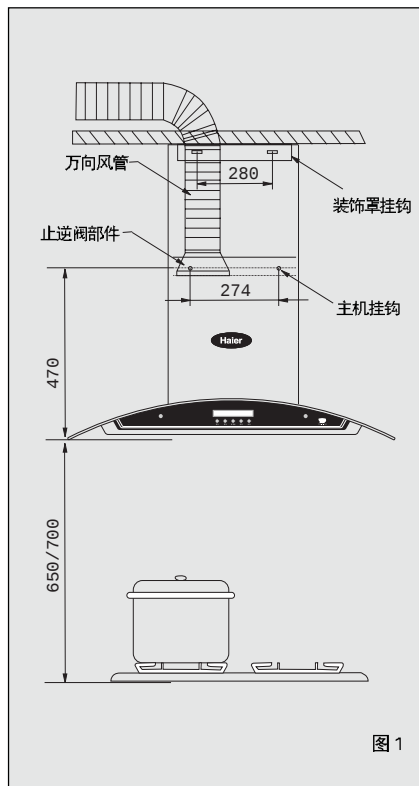

图1
1. 按图1尺寸在灶具上方坚实的地方确定冲击钻钻孔位置。冲击钻配上Φ8的冲击钻头,在钻孔位置上钻出2个直径为8mm,深为50mm的孔(间距为274mm),在两个打孔处安装膨胀螺栓,固定主机挂钩,旋入木螺钉拧紧。
2. 根据实际情况确定内装饰罩的高度,按图1尺寸在安装吸油烟机位置正上方坚实的地方确定冲击钻钻孔位置(间距为280mm)。在钻孔位置上钻出2个直径为8mm,深为50mm的孔,牢固埋设膨胀管,将装饰罩支架固孔对准膨胀管,旋入木螺钉拧紧。
将止逆阀部件与密封垫圈置于主机的出风口处,用8个M4x20的十字槽扁盘头螺钉紧固。将万向风管插入止逆阀座的槽内,并用2个ST3x8的螺钉紧固于止逆阀部件上(图1)。
2. 将装饰罩放置于主机出风口处,注意装饰罩下部与外罩顶部周边相吻合,根据实际情况确定内装饰罩的高度并固定装饰固定架后,将内装饰罩固定在固定架面(图1)。